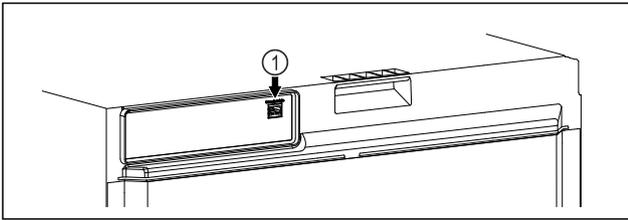

Fig. 103
- ❑ Le SmartModule Fig. 103 (1) est installé.